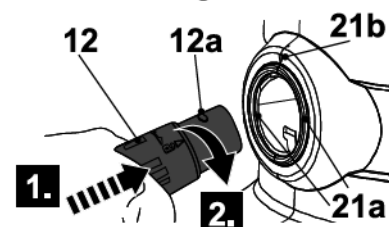

Fig. 7
- > Fixe o conector da mangueira (12) ao ponto de fixação da saída de ar (21) e fixar os pinos (12a) nas ranhuras (21a) rodando a ligação da mangueira (12) no sentido dos ponteiros do relógio (Fig. 7). Assegurar-se de que a seta de indicação (21b) em linha com o conector da mangueira (12) (Fig. 7).